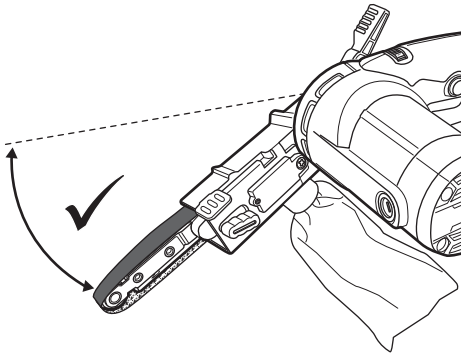

Fig. 16
**ADVERTENCIA!** Utilice el producto con el brazo de lijado ajustado únicamente en una posición dentro del rango indicado en la Fig. 16.